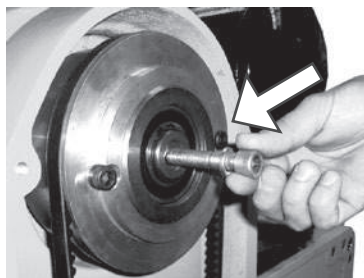

Fig. 4.10.1. Sacar perno fijación.
- Retire la cubierta y destornille el perno que fija la polea, según fig. 4.10.1.